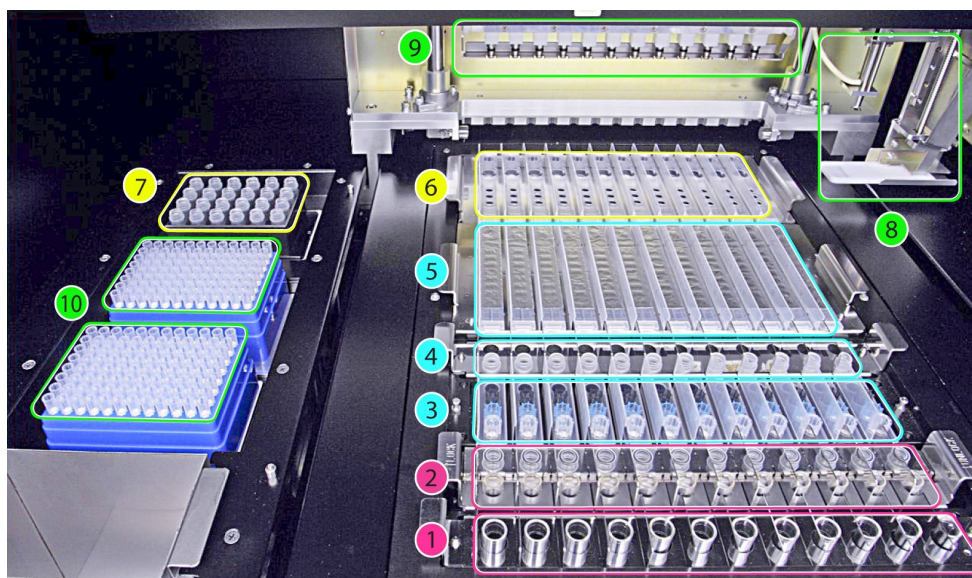

Abbildung 1: Der Ladebereich von „**ELiTe InGenius**“
Eine Übersicht des Geräts „**ELiTe InGenius**“ ist auf der Abbildung 1 zu sehen.
Abbildung 1 zeigt: Position des Primärröhrchenracks (1), Position des Extraction Tube (Extraktionsröhrchen)- und Verschlussracks (2), Position des Tip Rack (Spitzenständer) (3), Position des Elutionsröhrchenracks (Elution Tube (Elutionsröhr)) (4), Position des Extraktionskartuschenracks (5) und Position des PCR-Kartuschenracks (6), Position des PCR- und Internal-Control-Reagenzienblocks (Bestandmanager) (7), Proben- und Reagenziendosierung (8, 9), Positionen von Abfallbox (links unten) und Spitzen (10).
6. Die Schaltfläche „Next“ (Weiter) drücken, um zu bestätigen, dass für die Anzahl der ausgewählten Tests je nach Anzeige auf dem Bildschirm ausreichend Reagenzien in Position 7 des Bestandsmanagers geladen wurden (siehe Seite 9, Abbildung 1).
7. Ausreichend Spitzenständers in Position 10 stellen (siehe Seite 9, Abbildung 1).
9. Die angegebenen PCR-Kassetten in Position 6 stellen (siehe Seite 9, Abbildung 1).
11. Die angegebenen Kassette(n) mit den Extraktionskartuschen in Position 5 stellen (siehe Seite 9, Abbildung 1). Unterziehen Sie die Extraktionskartuschen einer Sichtprüfung, um sicherzustellen, dass die Kügelchen ordnungsgemäß resuspendieren. Sollten sie nicht sofort resuspendieren, versuchen Sie es durch kräftiges Schütteln oder sogar durch kurzes Vortexen (siehe „Fehlerbehebung“).
13. Die Elution Tubes (Elutionsröhr.) in das Elutionsröhrchenrack einsetzen, wie für Position 4 (Seite 9, Abbildung 1) angegeben.
15. Die angegebene Anzahl von Spitzenpaketen in Position 3 stellen (Seite 9, Abbildung 1).
17. Die angegebenen Extraction Tubes (Extraktionsröhrchen) in Position 2 stellen (siehe Seite 9, Abbildung 1).